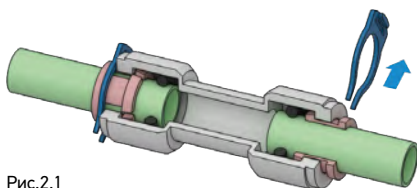

Рис.2.1
1. Удалите фиксирующую клипсу (рис.2.1).